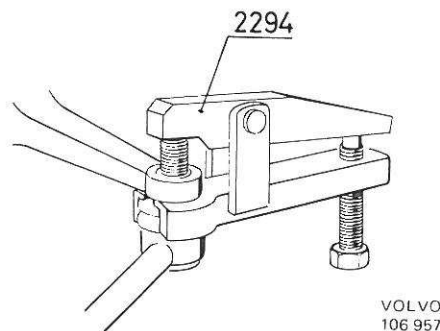

Figure 73. Démontage du joint à rotule
Les joints à rotule de la barre d'accouplement peuvent être remplacés séparément. Pour le démontage commencer par enlever les écrous. Poser ensuite l'outil 2294 sur le joint à rotule comme indiqué sur la figure 73. Bien enfoncer l'outil et veiller à ce que le filetage du joint à rotule soit introduit dans l'alésage de l'outil. Serrer la vis jusqu'à ce que le joint à rotule se détache.
2. Démontez les joints à rotule des barres de connexion et d'accouplement du bras intermédiaire en se servant de l'extracteur 2294, figure 73.